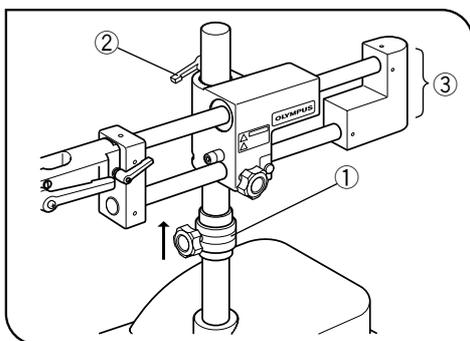

図 18
3) 水平アームを上方に動かしたいときは、落下防止リング①を締められた状態で垂直クランプレバー②をゆるめ、水平アーム③を上方に上げます。位置が決まったら垂直クランプレバーを締めます。次に落下防止リングを水平アーム部に突当たるまで上げて確実にクランプします。(図18)